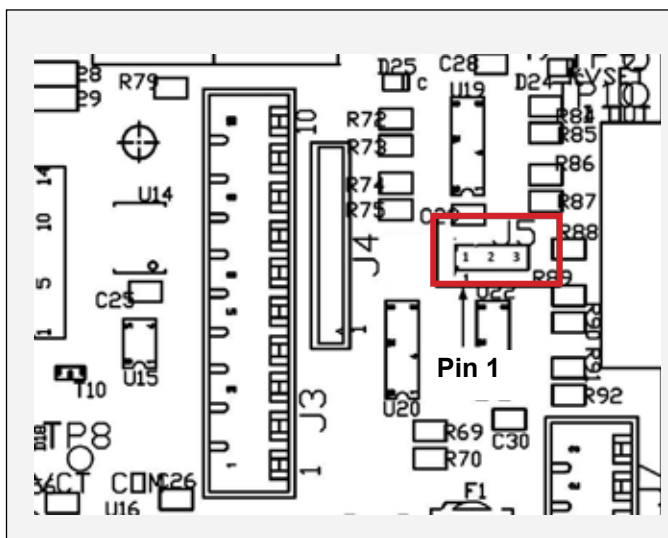

Abbildung 14: PC-Hauptplatine, Lage der Brücke J5
4. Stellen Sie sicher, dass J5, in Abbildung 14 dargestellt, mit den Abdeckungspins 1 und 2 der Nebenanschlüsse.